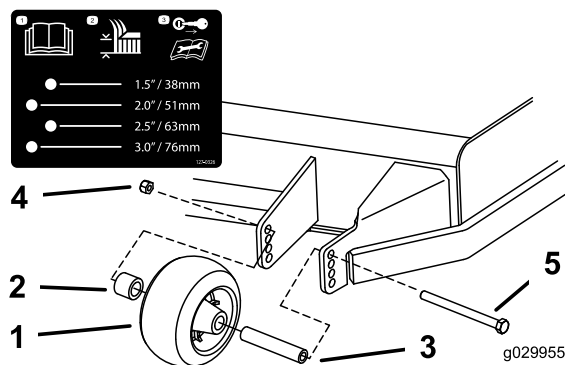
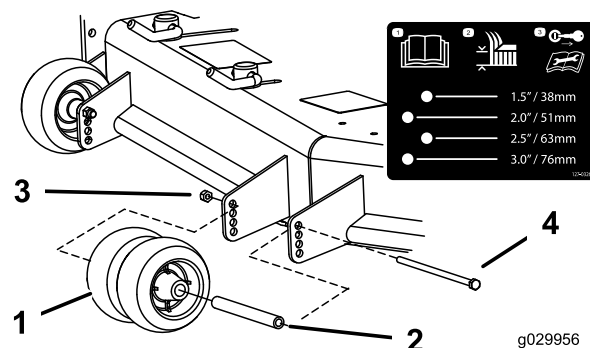
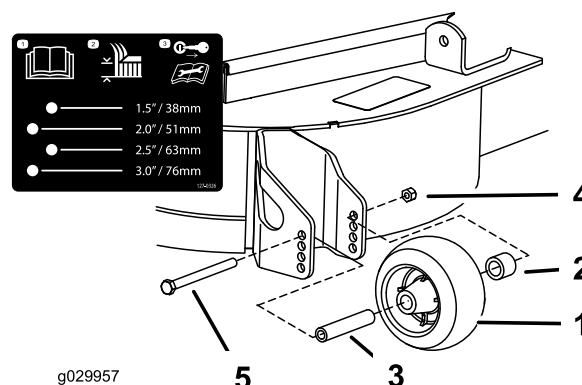

Figura 28
Figura 29
Figura 30
3. Ajuste los rodillos protectores del césped según se muestra en **Figura 28**, **Figura 29** y **Figura 30**.